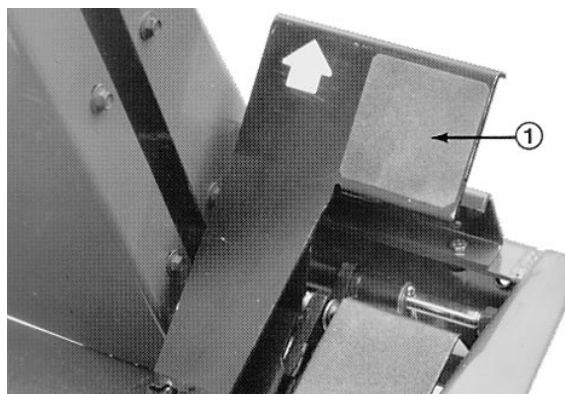

Fig. 10
**Manøvrepedal** (Fig. 10)—Manøvrepedalen har 2 funktioner: den ene er at få maskinen til at køre fremad og den anden til at bakke. Med hælen og tåen på højre fod træder man på den øverste del af pedalen for at køre fremad og på den nederste del af pedalen for at bakke. Kørehastigheden står i forhold til hvor meget pedalen trædes ned. For maximal kørehastighed skal manøvrepedalen trædes helt i hund, mens gashåndtaget står på HURTIGT. Den maximale fremadgående hastighed er 16 km/t. For at få maximal kraft med tungt læs eller når der køres op ad bakke, skal gashåndtaget stå på HURTIGT, mens manøvrepedalen trædes lidt ned for at holde motorens omdrejningstal højt. Når motorens omdrejningstal begynder at falde, skal man slippe manøvrepedalen lidt for at få omdrejningstallet til at stige lidt.